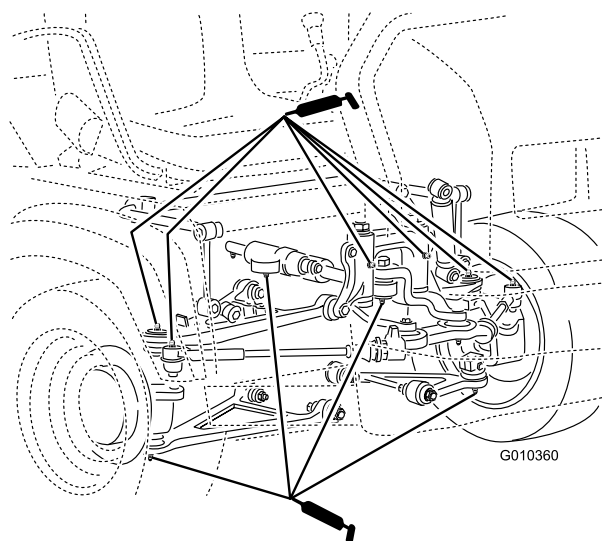

Bild 41
- Kugellager (4), Spurstangen (2), Schwenkhalterungen (2) und Lenkzylinder (2) (Bild 41)